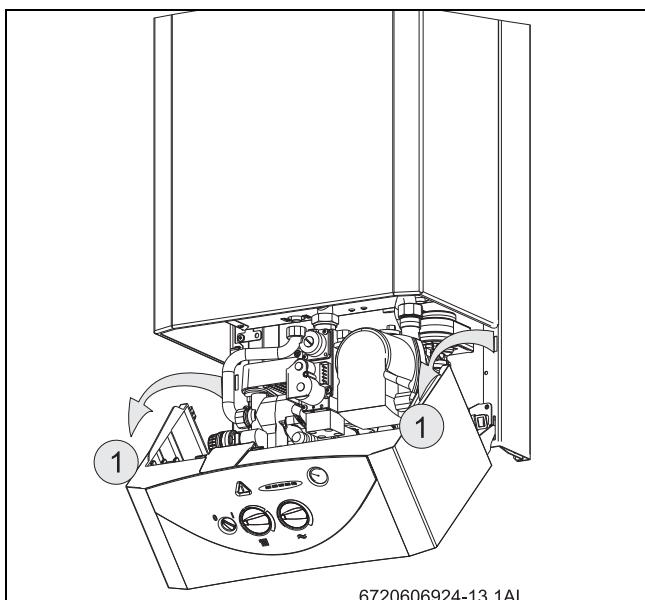

Fig. 25 Posición de servicio para el ajuste del gas
- ▶ Colocar el panel de mandos en la posición de servicio (ver Fig. 25).
- ▶ Aflojar el tornillo obturador (3) y conectar el manómetro de columna de agua al racor de medición.